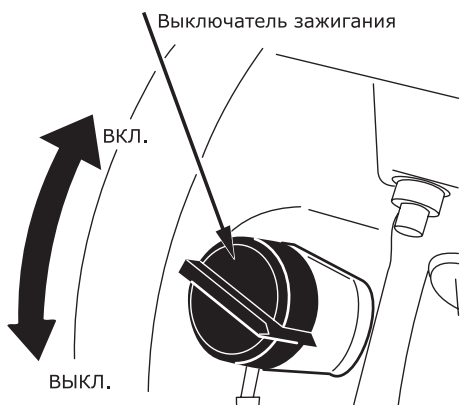

Рис. 17
- Установите выключатель зажигания в положение «ВКЛ» (рис. 17). В МПБ-140 2Т, МПБ-250 2Т переключатель отсутствует.